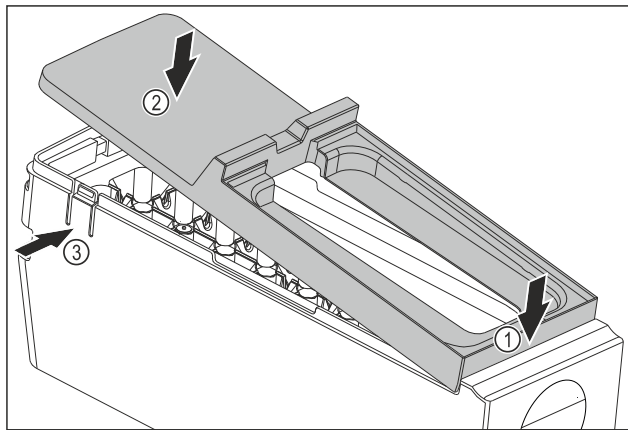

Fig. 89
- Montáž krytu korpusu EasyTwist-Ice: Nasadte kryt na přední stranu. Fig. 89 (1)
- Spusťte kryt vzadu dolů. Fig. 89 (2)
- Kryt slyšitelně zaklapne v obou lamelách Fig. 89 (3).